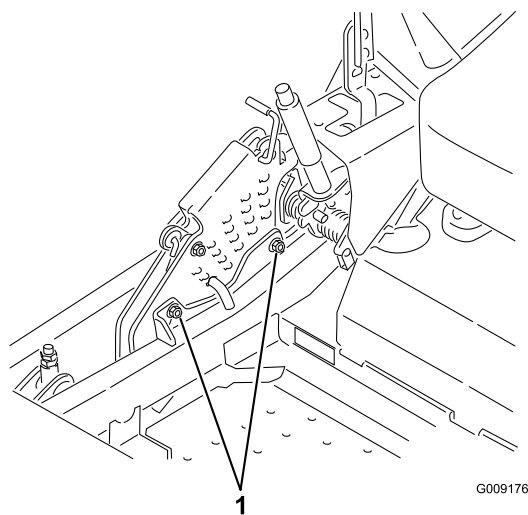

Figura 86
12. Para ajustar el sistema de ajuste de un solo punto, afloje los dos pernos situados cerca del borde inferior de la pletina de altura de corte. Consulte Figura 86.
14. Apriete los dos pernos situados cerca del borde inferior de la pletina de altura de corte (Figura 86). Apriete a 37–45 Nm.